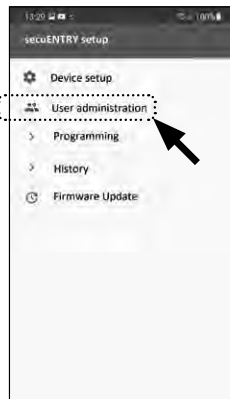

Abb. 52
- 3 Im Untermenü tippen Sie auf „User administration“ (Abb. 52).